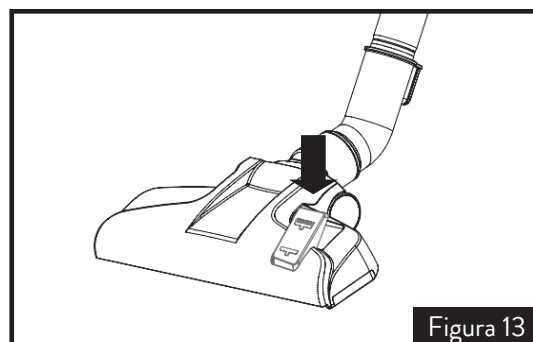

Figura 13
3. Como muestra la figura 13, pise el pedal del cepillo de aspiración para que las cerdas queden hacia afuera y pueda limpiar el piso (cerámicos, parquet, etc.).